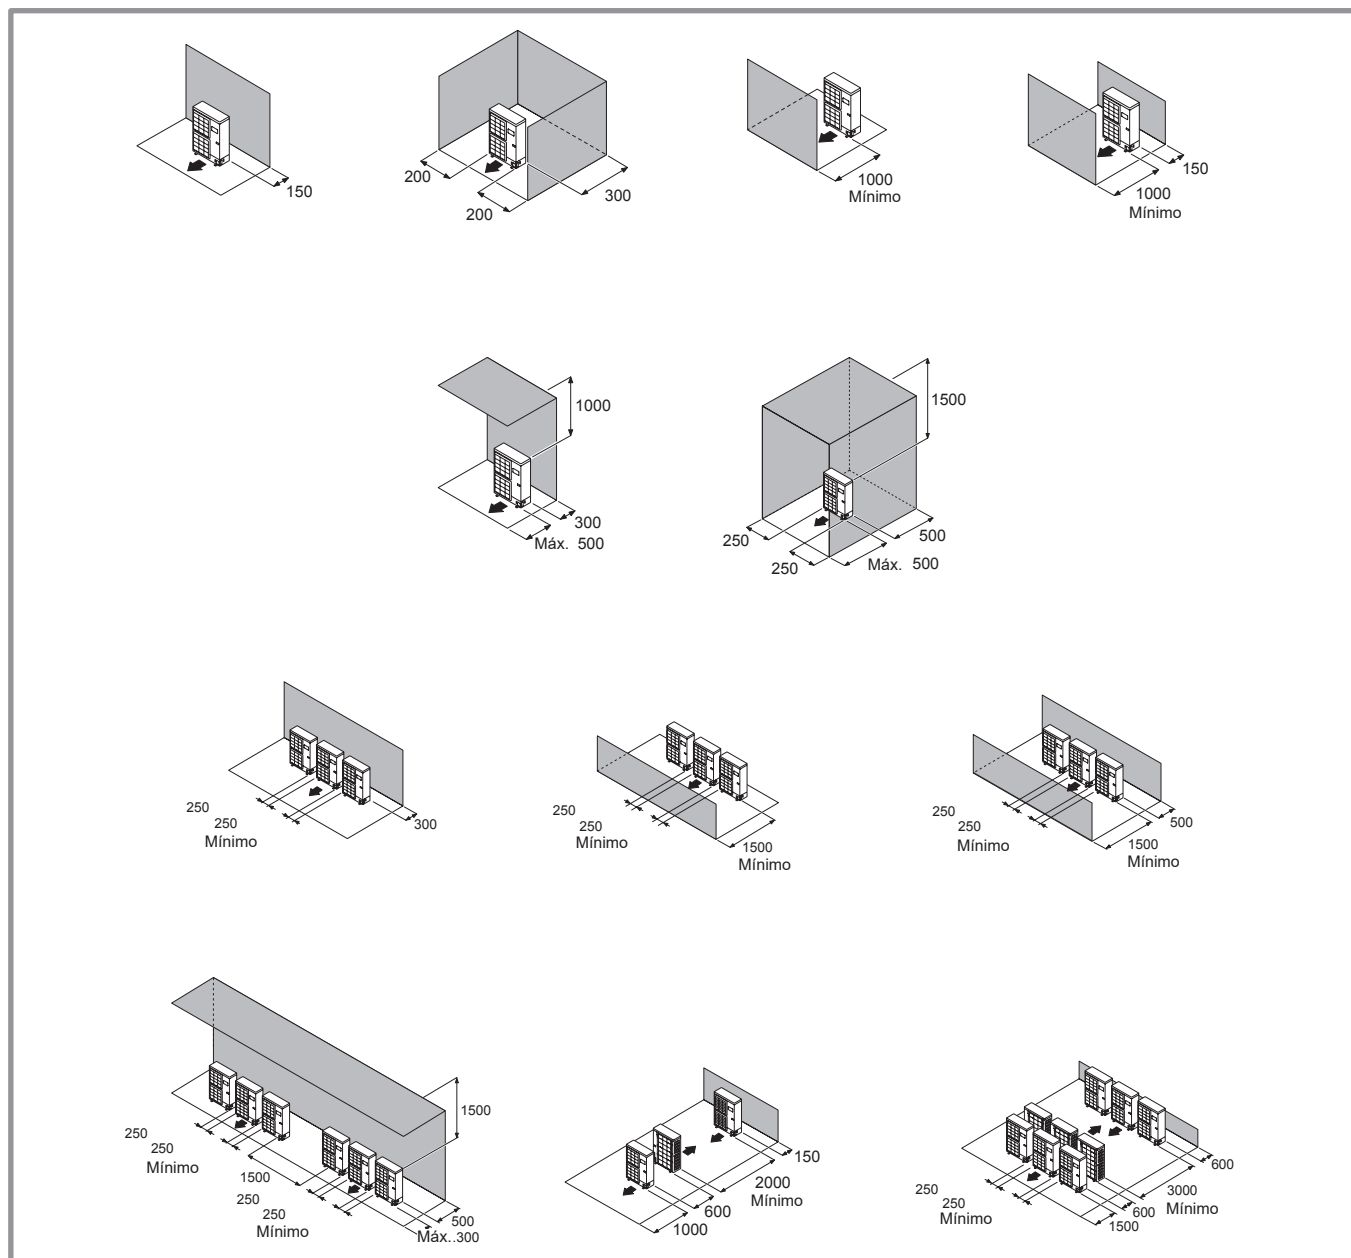

figura 13 - Distancias mínimas de instalación alrededor de la unidad exterior (todos los modelos)
- ☞ La unidad exterior debe instalarse exclusivamente en el exterior (fuera). Si se precisa una protección, ésta debe tener amplias aberturas en las 4 caras y debe respetar las distancias de instalación (figura 13).
- El aparato debe estar perfectamente accesible para los trabajos posteriores de instalación y mantenimiento (figura 13).
- Ningún obstáculo debe impedir la circulación del aire a través del evaporador y en la salida del ventilador (figura 13).